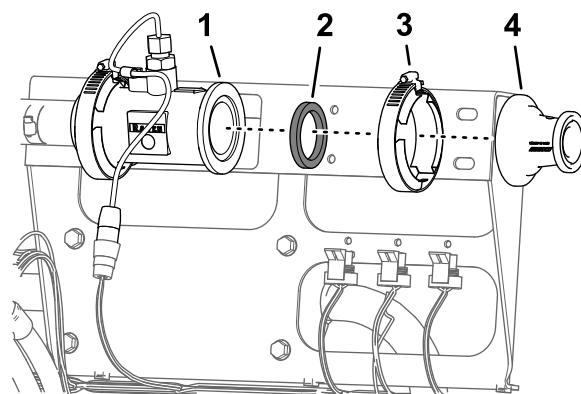

Figura 71
6. Rimuovete il morsetto flangiato da 51 mm (2") e la guarnizione da 38 mm ($1\frac{1}{2}$ ") che fissano la flangia del riduttore alla flangia del flussometro (Figura 71).